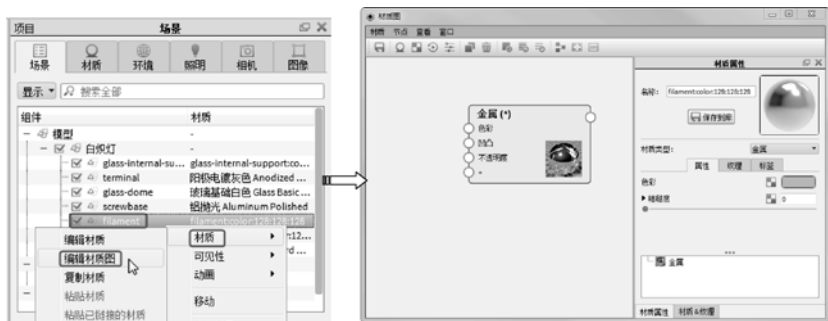

图 10-59 编辑灯丝的材质图
- 随后在弹出的“选择材料类型”对话框中选择“金属”，单击“确定”按钮关闭该对话框。选择材料类型后右击，在弹出的快捷菜单中选择“材质”→“编辑材质图”命令，打开“材质图”窗口，如图 10-59 所示。